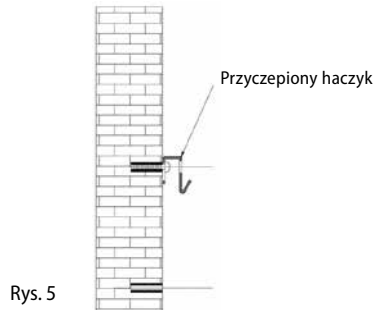

Rys. 3
1. Według Rys. 3 na ścianie wyznaczyć dwie poziome kreski oddalone od siebie 335 mm.